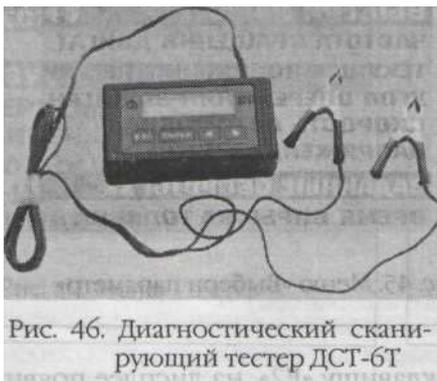

Рис. 46. Диагностический сканирующий тестер DST-6T
Диагностический тестер ДСТ- 6Т (рис. 46) предназначен для: проверки работоспособности форсунок, шаговых (обычно на автомобилях ВАЗ) и моментных (обычно на автомобилях ГАЗ) двигателей РХХ (РДВ); состояние резистора ДПДЗ; ДМРВ с аналоговым и частотным выходом; датчика абсолютного давления ГАЗ, датчика кислорода (л-
3. Подключите кабель питания тестера к АБ (см. рис. 46).
4. Клавишами «<-», «->» выбрать: «4. Тест ДПДЗ». После нажатия клавиши «Enter» начинается тестирование ДПДЗ. На дисплей выводится величина напряжения и счетчик ошибок (E).
3. Подключите кабель питания тестера (см. рис. 46) к АБ.